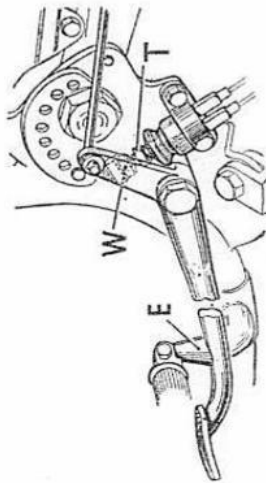

Fig. 6.
Commutateur de feu de stop (frein arrière). Ce dispositif est actionné par la pédale de frein et est commandée par la butée réglable (T) Fig. 6, avec verrouillage par l'écrou (W). Lorsqu'on appuie à fond sur le plongeur de commutateur (à la main) et que la pédale de frein est appuyée contre sa butée sur le cale-pied, il doit y avoir un jeu de 1 mm entre la butée (T) et le plongeur. Effectuer les mises au point nécessaires jusqu'à ce que l'on obtienne ce résultat.